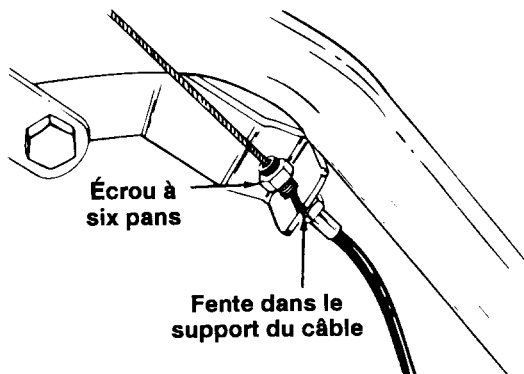

FIGURE 6
- a. Enlevez un écrou à six pans de l'extrémité de la gaine du câble d'embrayage avant. Faites passer le fil dans la fente sur le support du câble sur le guidon de gauche. Insérez l'extrémité de la gaine dans le support du câble. Filetez l'écrou à six pans sur l'extrémité du câble. Ne serrez pas encore. Voir la figure 6.